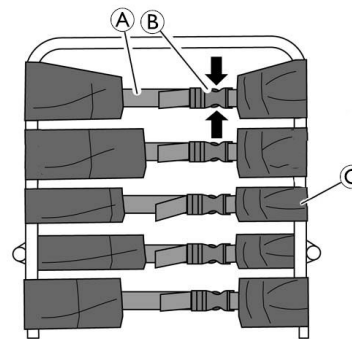

Fig. 4-6
1. Öppna spännena ② genom att klämma ihop fästklackarna (se pilarna i fig. 4-6).